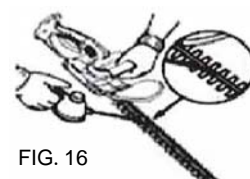

FIG. 16
**SYSTÈME DE LUBRIFICATION POUR TAILLE-HAIE À MANCHE/ TAILLE-HAIE** (Fig. 16)